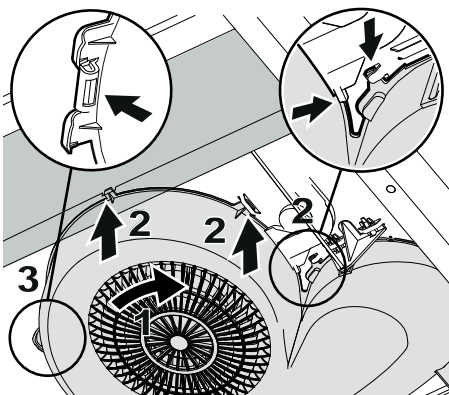

Fig.8
Se till att alla snäppen passar mot spisfläktens flikar. Vrid in fläkthuset (1) i flikarna (2). Tryck tillbaka fläkthuset snäppe i fliken (3). Fig.8